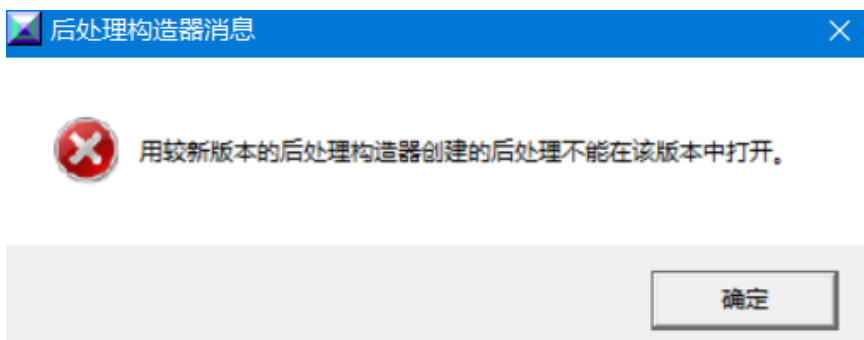

图 1
1.用较新版本的后处理构造器创建的后处理不能在该版本中打开。如下（图 1）。